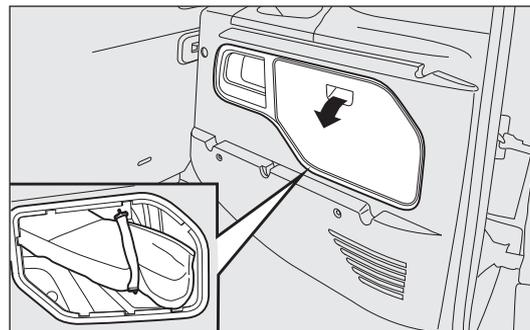

fig. 130
- pour les versions Doblò/Doblò Combi fig. 130 : ouvrir les portes arrière, à l'intérieur du logement sur le flanc arrière droit, prélever la boîte à outils en décrochant l'élastique de la boucle et le porter près de la roue à remplacer ;